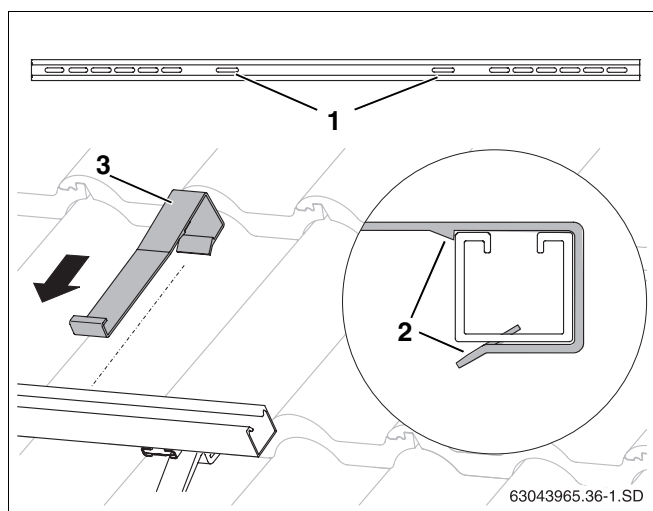

Fig. 34 Accrocher le dispositif de sécurité anti-glissement
- Glisser les dispositifs de sécurité anti-glissement (fig. 34, **pos. 3**) de l'extérieur dans les perforations longitudinales intérieures (fig. 34, **pos. 1**) sur les rails profilés jusqu'à ce qu'ils s'enclenchent (fig. 34, **pos. 2**).